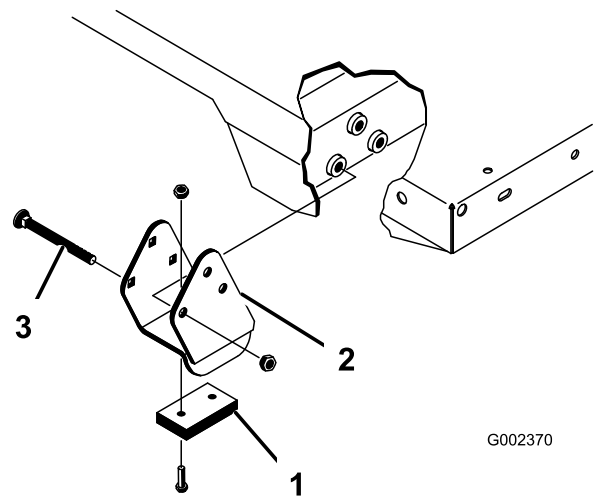

Bild 25
Stellen Sie sicher, dass die Distanzstücke und die Verschleißblöcke (Bild 25) so eingesetzt sind, dass die Köpfe der Schlossschrauben an der Innenseite der Maschine sind.
2. Setzen Sie die Ladepritsche vorsichtig auf den Maschinenrahmen. Fluchten Sie die hinteren Schwenkplattenlöcher der Pritsche mit den Löchern im hinteren Rahmenkanal aus und setzen Sie die zwei Lastösenbolzen und Klapstecker ein (Bild 25).
4. Setzen Sie den Lastösenbolzen von der Außenseite der Ladepritsche ein. Der Klapstecker sollte nach außen zeigen (Bild 25).